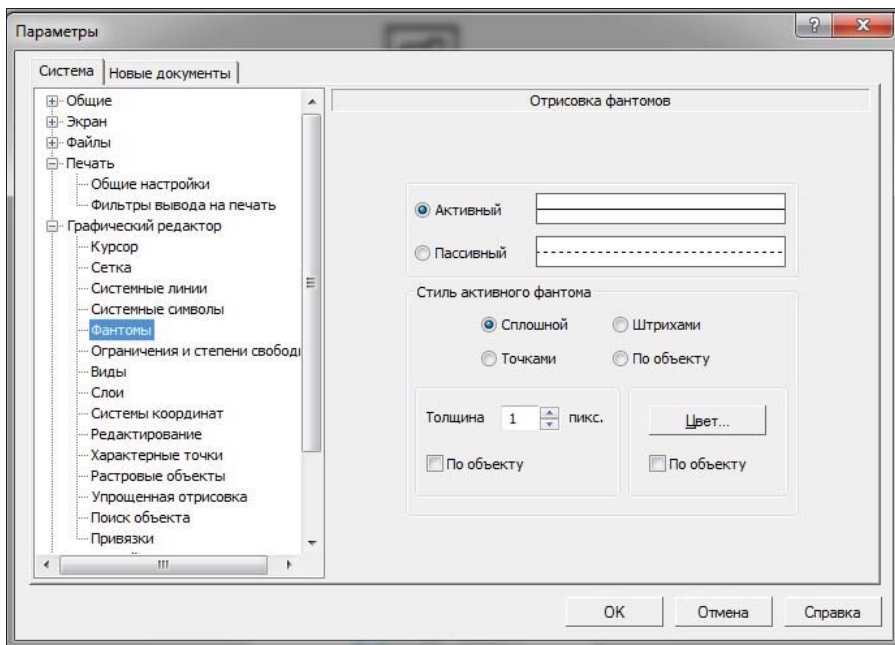

Рис. 17.7. Диалоговое окно **Параметры** с открытой панелью **Отрисовка фантомов**
- ◆ щелкните ЛК мыши по пункту **Фантомы** — в правой части появилась панель **Отрисовка фантомов** (рис. 17.7). Фантомы — это создаваемые и редактируемые объекты в тонких линиях до их фиксации. На панели можно изменить стиль и цвет отрисовки как **Активного**, так и **Пассивного** фантомов установкой соответствующего переключателя или нажатием кнопки **Цвет**;